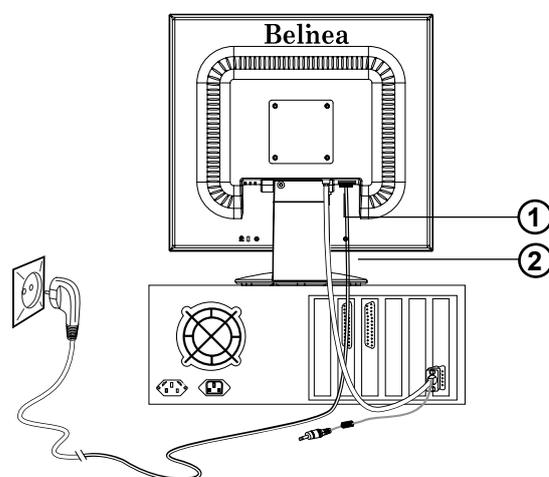

Figure 3. Raccordement du moniteur à la source d'alimentation électrique
1. Connectez le câble d'alimentation (② dans la fig. 3) à la prise du moniteur (① dans la fig. 3).
2. Branchez le câble d'alimentation (② dans la fig. 3) à une prise.